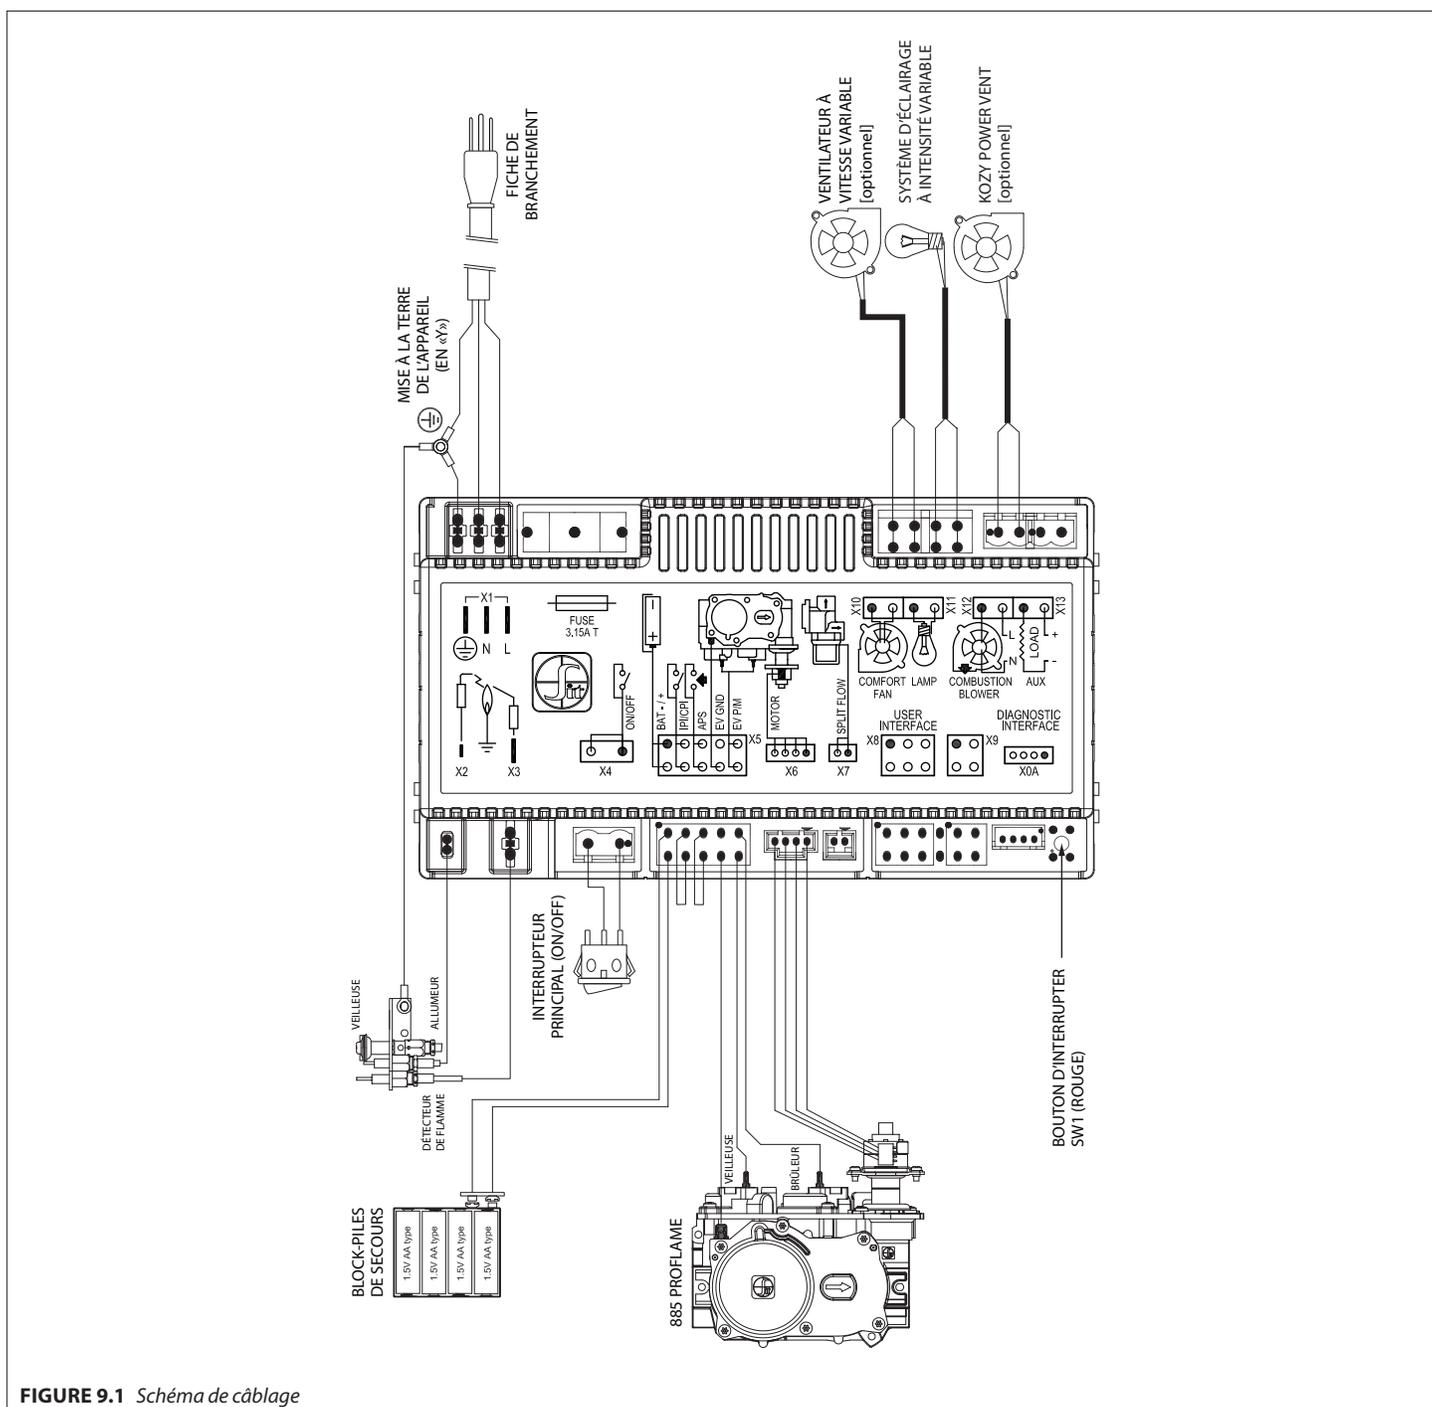

FIGURE 9.1 Schéma de câblage
9. Branchez le cordon électrique du ventilateur dans la prise de courant du module de contrôle IFC. Voir la Figure 9.1 à la page 60.